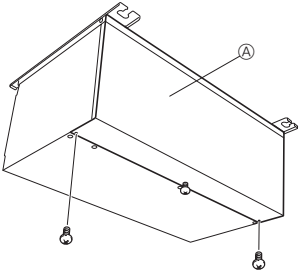

Fig. 9-1
1. Kapaktaki vidaları çıkarın. (Fig. 9-1)